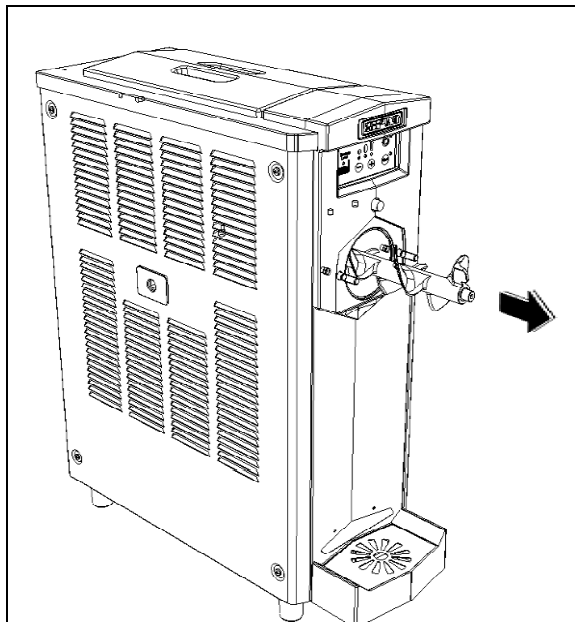

Fig. 20
- Estrarre la spirale di miscelazione (fig.20)